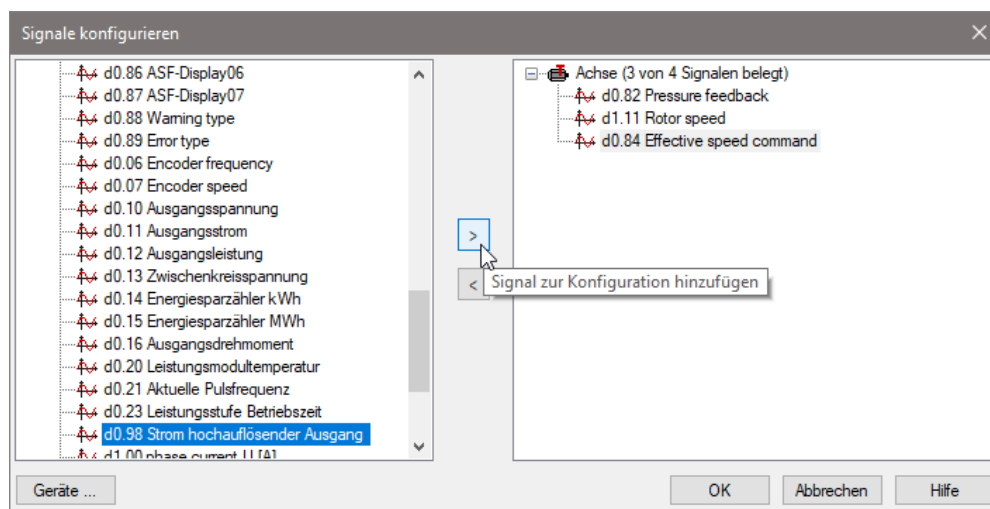

Abb. 18: Signale hinzufügen
① Signale:
- ▶ Fügen Sie die folgenden Signale durch Markieren des Signals und anschließenden Klick auf „>“ der Messung hinzu (siehe Abb. 18: Signale hinzufügen).